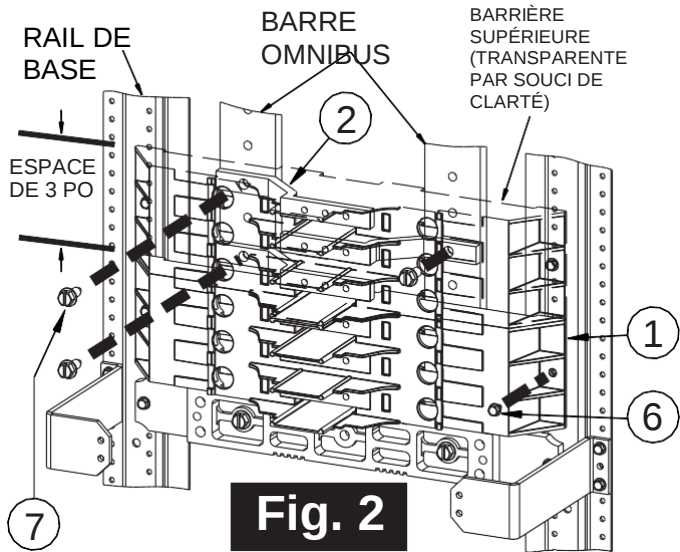

Fig. 2
6. Reportez-vous à la Fig. 2
- Positionnez la barrière supérieure (article 1) du disjoncteur de sorte à remplir l'espace de 3 po pour l'ensemble, puis fixez-la aux rails de base à l'aide de deux vis 8-32 (article 6). Installez les trois connecteurs extérieurs (article 2) dans la barrière de montage, en alternant entre la barre omnibus gauche et droite du panneau. Le schéma de connexion gauche-droite-gauche illustré à la figure 2 peut être inversé, au besoin, pour poursuivre un schéma de connexion déjà en place dans le panneau. Fixez les connecteurs à la barre omnibus du panneau avec trois vis 1/4 po -20 x 5/8 po (article 7).